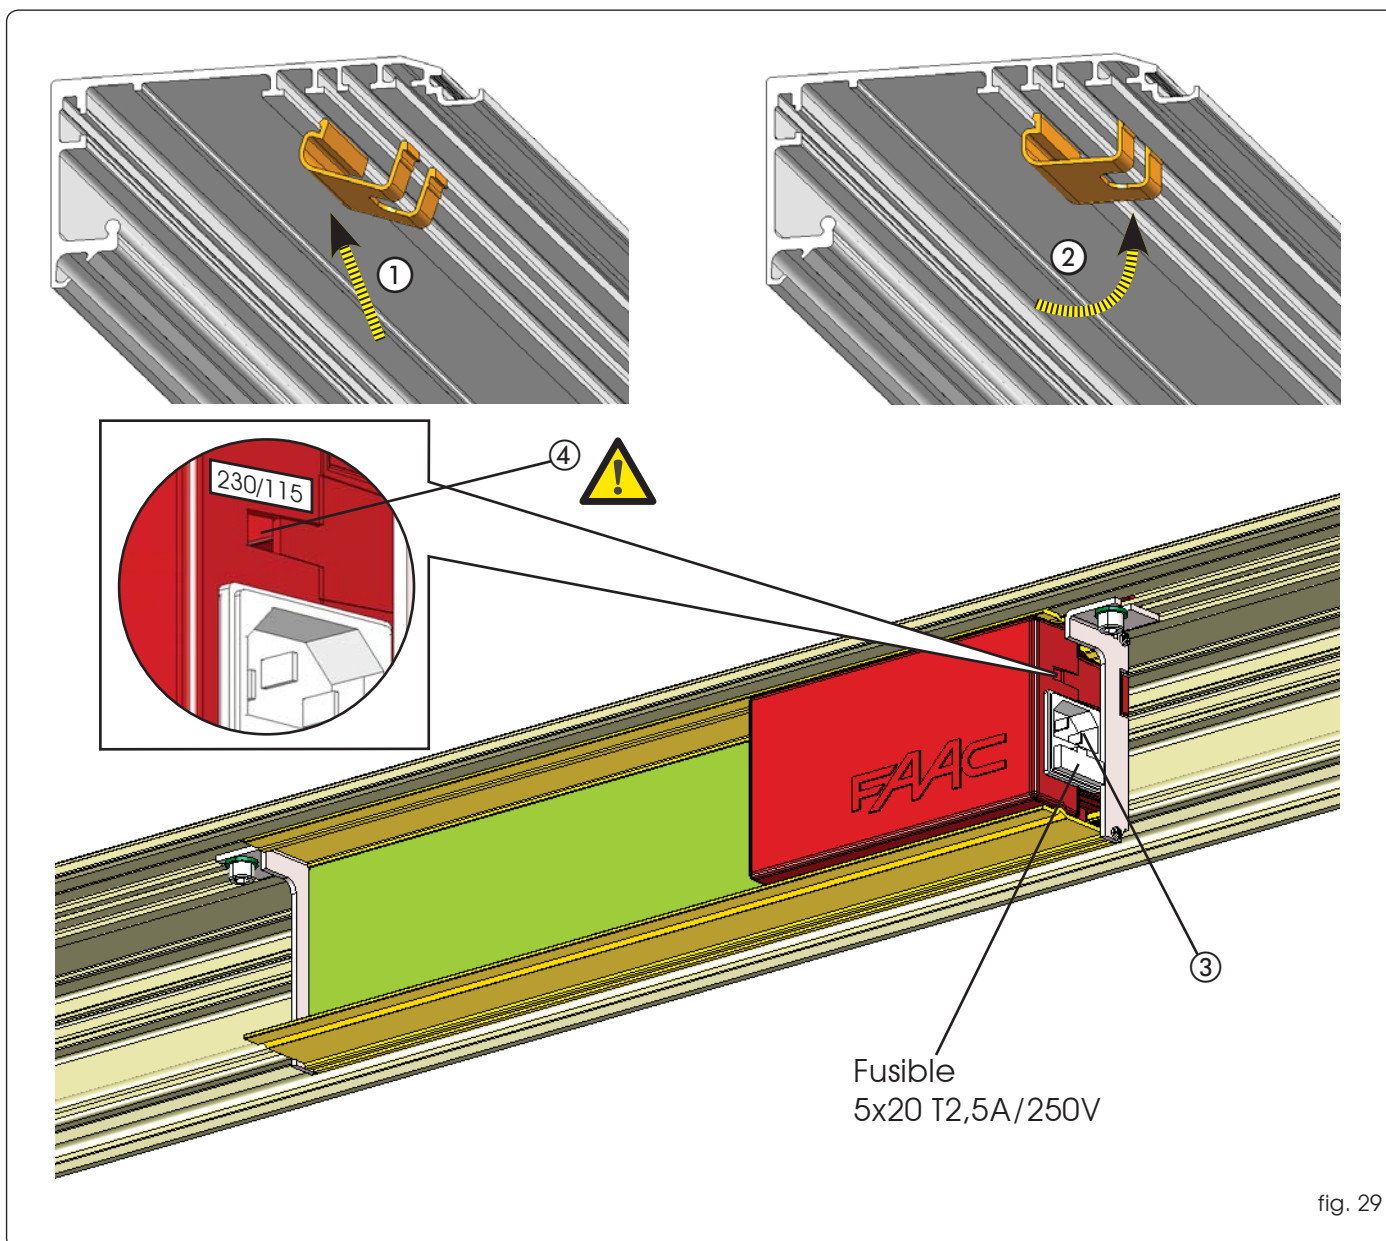

fig. 29
- Utilice los canales de cables adecuados y colóquelos correctamente (fig. 29 ref. ① y ②), para que los hilos se deslicen dentro del perfil de sostén, evitando así que entren en contacto con partes en movimiento.
- Conecte la clavija de alimentación 115V/230V~ en el conector específico de la unidad de alimentación (fig. 29 ref. ③).
⚠ Compruebe el correcto posicionamiento (230V~/115V~) del interruptor en la fig. 29 ref. ④.